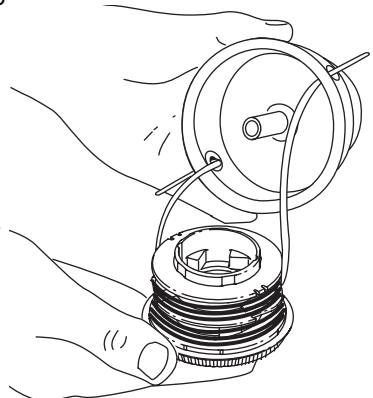

Fig. 24
- Inserte los extremos de la línea de corte del nuevo carrete interior dentro de los ojalillos de la bobina exterior (Fig. 24). Coloque el nuevo carrete interior con la flecha hacia arriba dentro de la bobina exterior.
- Saque el carrete interior con la línea existente de la bobina exterior (Fig. 24).